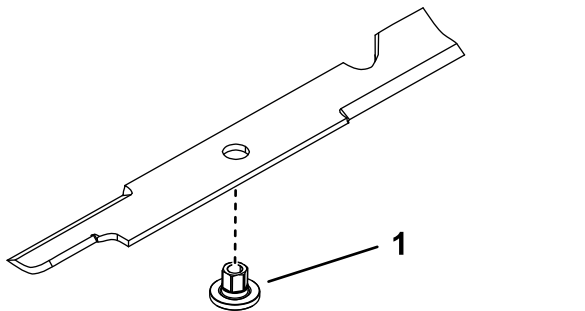

Figure 108
1. Insérez la douille dans la lame en plaçant l'embase sur le côté inférieur (côté herbe) de la lame (Figure 108).